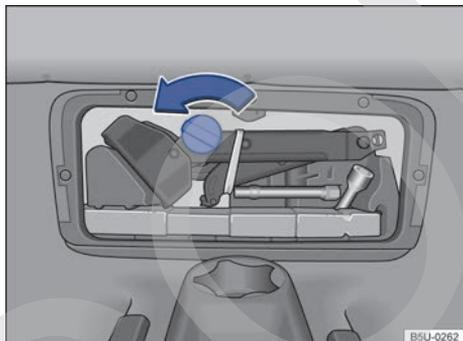

Fig. 142 Palanca de fijación de caja de herramientas de a bordo.
- Girar la palanca en sentido antihorario → fig. 142 para desbloquear el gato hidráulico y acceder a las herramientas de a bordo.